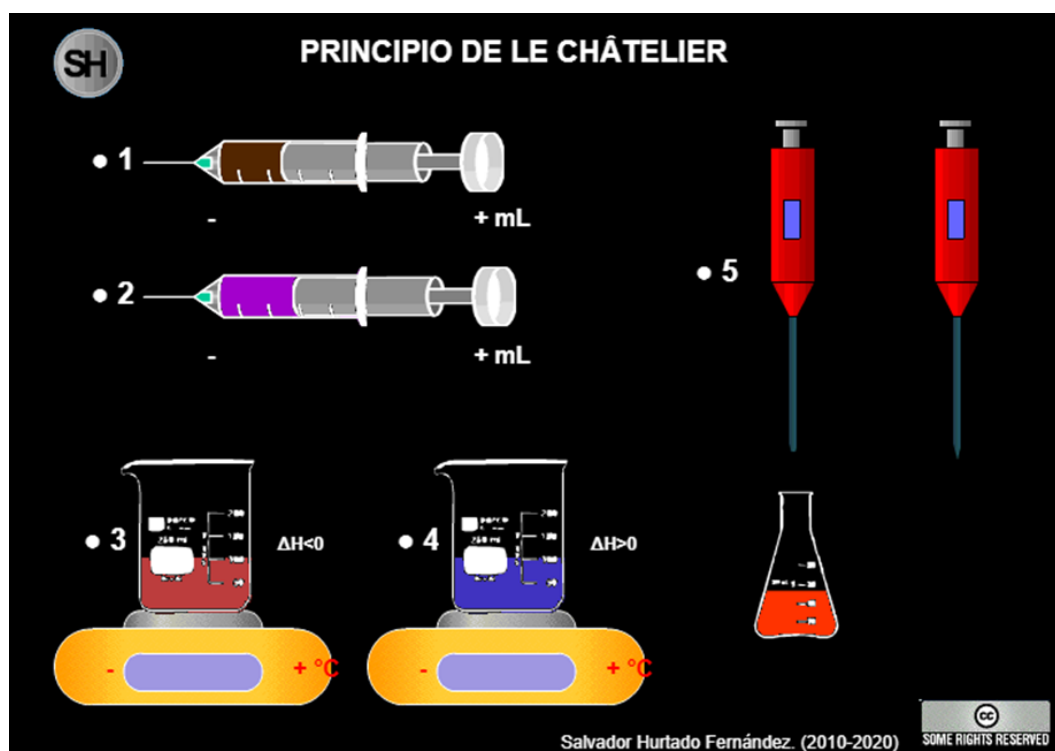

Figura 2. Simulador *Principio de Le Chatelier*.
1. Mueva el émbolo del caso 1 (figura 2) de forma que el volumen disminuya y registre sus observaciones. Repita el procedimiento, ahora aumente el volumen.
2. Repita el paso anterior para el caso 2 (figura 2).
1. Deslice el botón de la parrilla del caso 3 (figura 2) de forma que la temperatura aumente y registre sus observaciones. Repita el procedimiento, ahora disminuya la temperatura.
2. Repita el paso anterior para el caso 4 (figura 2).
1. Añada al matraz del caso 5 (figura 2) la disolución de NaOH 1 [M] que contiene la pipeta izquierda y registre sus observaciones.
2. Agregue al matraz del caso 5 (figura 2) la disolución de HCl 1 [M] de la pipeta derecha y registre sus observaciones.